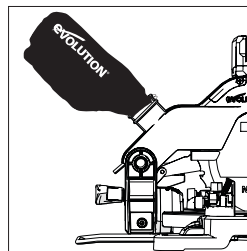

Fig. 28
- Låt damppåsen glida över dammutsugningsporten, se till att fjäderklämman greppar tag om porten och håller damppåsen säkert på plats. (Fig. 28).